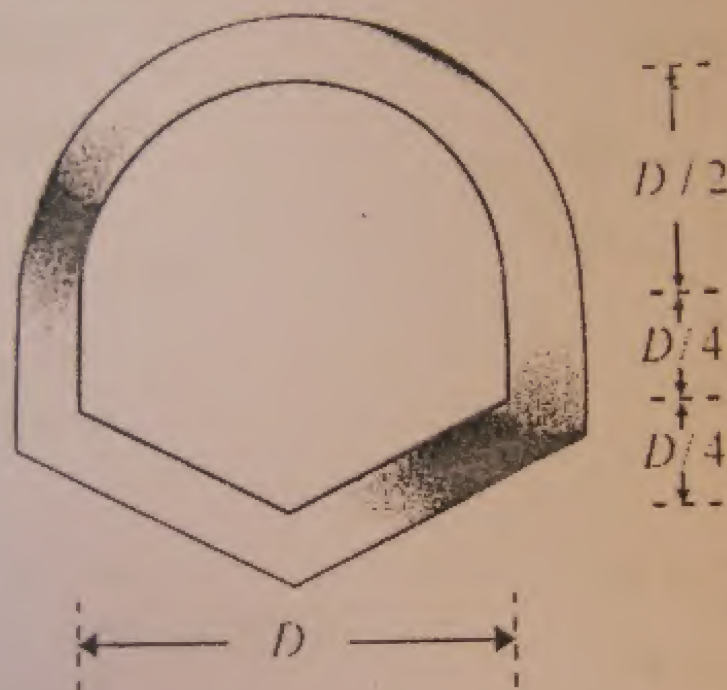

Figura 8. Sección transversal túnel
10. Un túnel de concreto bien acabado ($n = 0,013$) tiene la forma mostrada en la figura 8, con pendiente $S = 0,5 \text{ ‰}$ y diámetro $D = 1,60 \text{ m}$. Determinar la velocidad media y el caudal que transporta a tubo lleno.